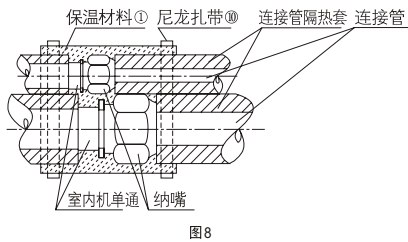

图8
(5) 请将带波纹一端的连接管安装在室内侧。
3 管道安装后用附件①保温材料包住所有扩口管连接部分，如图8。